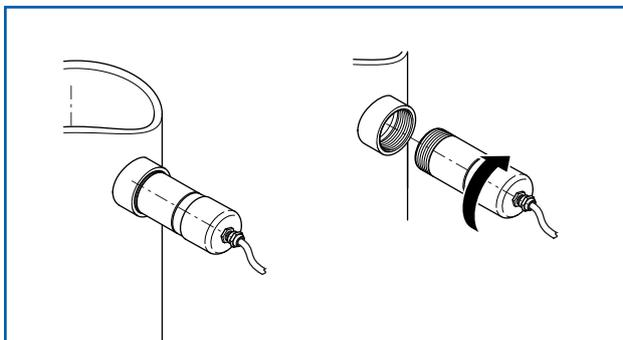

Abb. 3: In Gewindestutzen eingeschraubt
- in einen vorhandenen G 1 1/2"-Gewindestutzen eingeschraubt werden (Abb. 3)